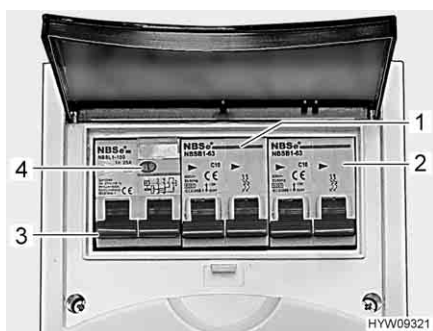

Fig. 121 Interruttore di sicurezza e interruttore automatico FI (scatola dei fusibili a 230 V)
Un interruttore di sicurezza per correnti di guasto (interruttore automatico FI) (Fig. 121,3) nella scatola dei fusibili protegge l'intero veicolo da correnti di guasto (30 mA).
L'interruttore di sicurezza collegato in serie (10 A) (Fig. 121,1) protegge le prese da 230 V, la centralina elettrica, il caricabatteria supplementare e il frigorifero.
Per veicoli con accessori opzionali, p. es. l'impianto di climatizzazione a tetto, un ulteriore interruttore di sicurezza (16 A) (Fig. 121,2) protegge l'apparecchio.
- Se il veicolo è collegato all'alimentazione a 230 V, premere il tasto di controllo (Fig. 121,4). L'interruttore di sicurezza per correnti di guasto (FI) deve scattare.